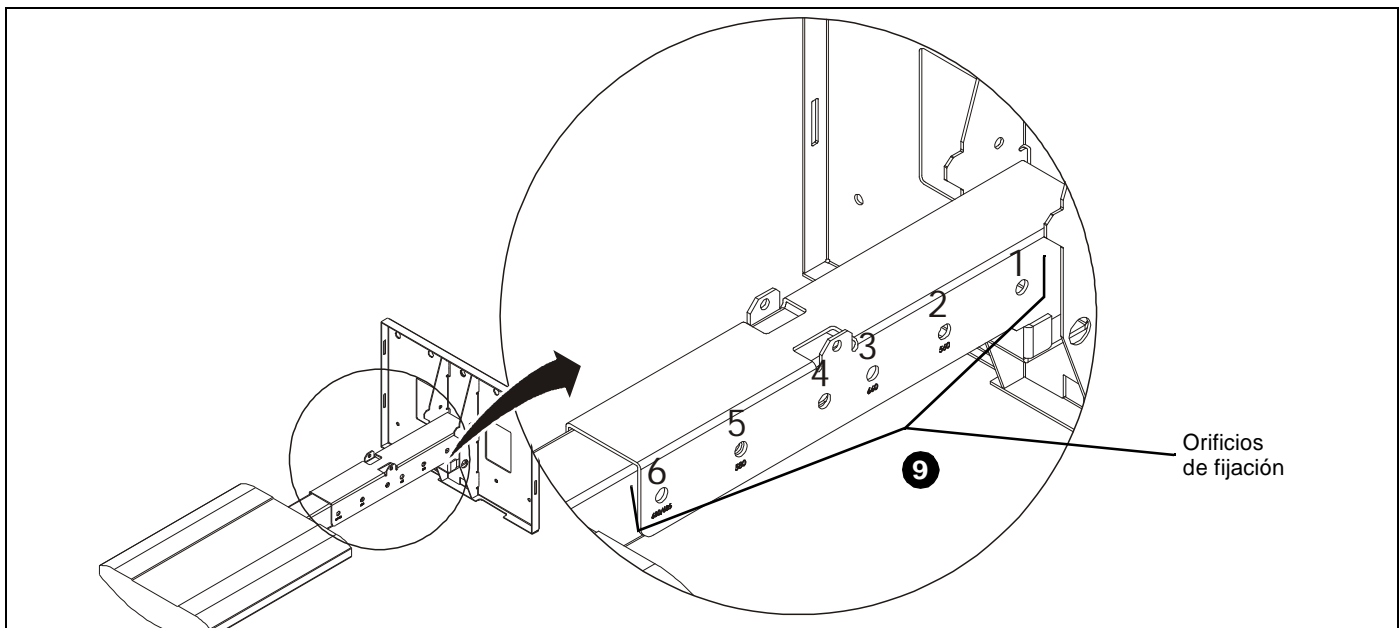

Figura 3
Consulte la figura 3 para colocar el brazo de extensión
9. Ajuste el brazo de extensión SMART Board en su lugar utilizando las piezas de sujeción suministradas con el sistema del brazo proyector SMART Board. (Consulte la figura 3)